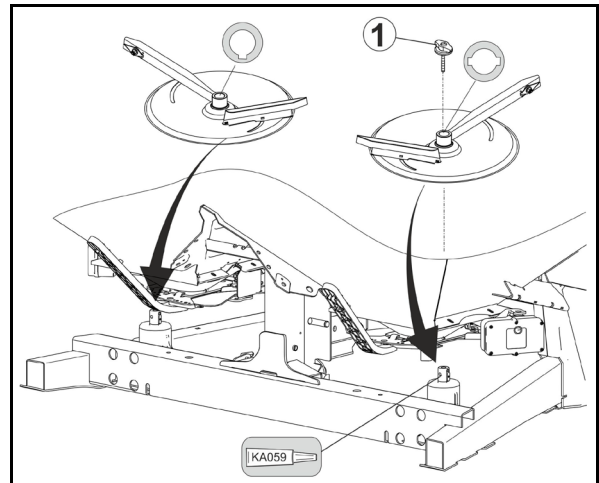

Bild 70
För en exakt, verktygslös inställning av de enskilda spridarskovelinställningarna finns det på varje spridarskovel två helt olika skalor (Bild 70/1 och Bild 70/2).
- Den kortaste spridarskoveln (Bild 70/3) är för skalan (Bild 70/1) med värden från 5 till 28 och den längre spridarskoveln (Bild 70/4) för skalan (Bild 70/2) med värden från 35 till 55.
- För den korta spridarskoveln (Bild 70/3), läs av inställningsvärdet på avläsningskanten (Bild 70/5).
- För den långa spridarskoveln (Bild 70/4), läs av inställningsvärdet på avläsningskanten (Bild 70/6).
- Att svänga spridarskoveln till ett högre talvärde på skalan (Bild 70/1 resp. Bild 70/2) ger en ökning av arbetsbredden.